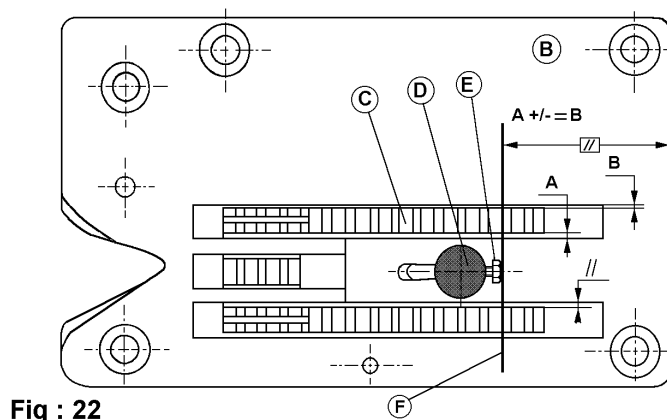

Fig : 22
Zie Fig:22. Controleer de evenwijdigheid van de nieuwe naaldhouder (D) gebruik makend van mal (F) ref: 15162 met de voorzijde van de transportplaat. Druk de mal vlak tegen de schroef (E).